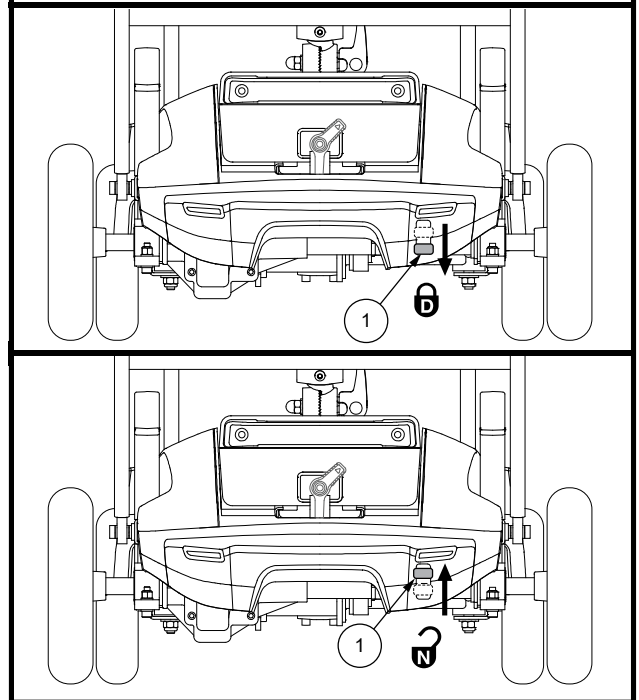

Figure 6. Levier d'embrayage manuel
3. Localisez le levier de roue libre manuel à l'arrière du scooter. **Voir la figure 6.**
3. Assurez-vous que le scooter est en mode de conduite. Voir la figure 6.